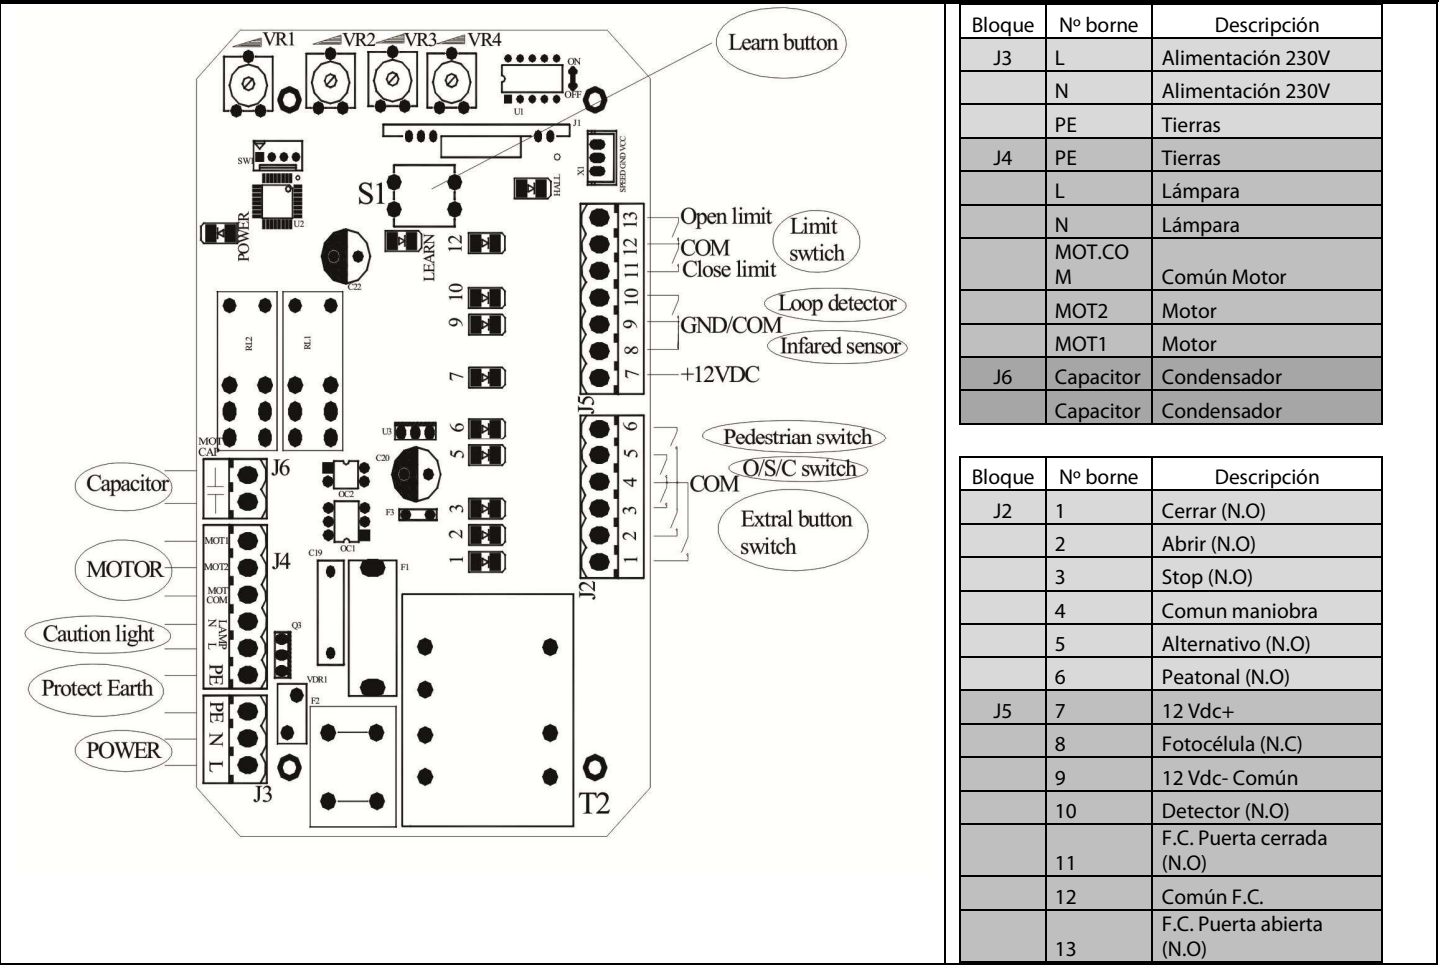

Fig.8
Asegúrese de que el accionador esté desconectado antes de realizar las conexiones eléctrica. Quite la cubierta, y realice las conexiones (Ver Fig.8) y vuelva a colocar la tapa de nuevo.
a. Ajuste de los potenciómetros (ver Fig.8)
- **Programación de emisores (Learn):** Presione y mantenga presionado el botón de programación 'S1' (Fig. 8) más de 2 segundos, entonces el LED "learn" (Fig. 8) se activará; a continuación, pulse el botón del emisor que desea utilizar, el LED "learn" se enciende unos 2 segundos y luego se apagará de nuevo. El proceso de programación ha terminado. La capacidad máxima del receptor es de 25 emisores.